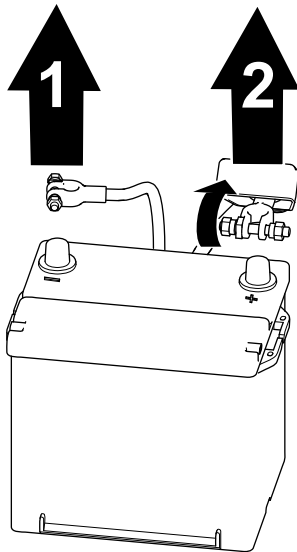

Bild 60
1. Trennen Sie das Minuskabel des Akkus vom Akkupol ab (Bild 60).
2. Heben Sie die Isolierung an und ziehen Sie das Pluskabel des Akkus vom Akkupol ab (Bild 60).